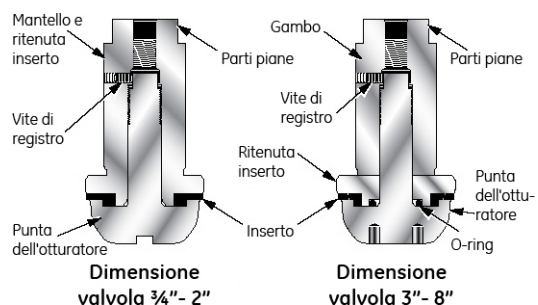

Figura 3 – otturatore a sede morbida (Opzionale)
### 7.7 Otturatore con sede soffice (Figura 3)
- a. Posizionare il nuovo inserto sul gambo e inserire l'anello di bloccaggio come mostrato in Figura 3.
- b. Posizionare il nuovo inserto sulla relativa ritenuta e montare come mostrato in Figura 3.